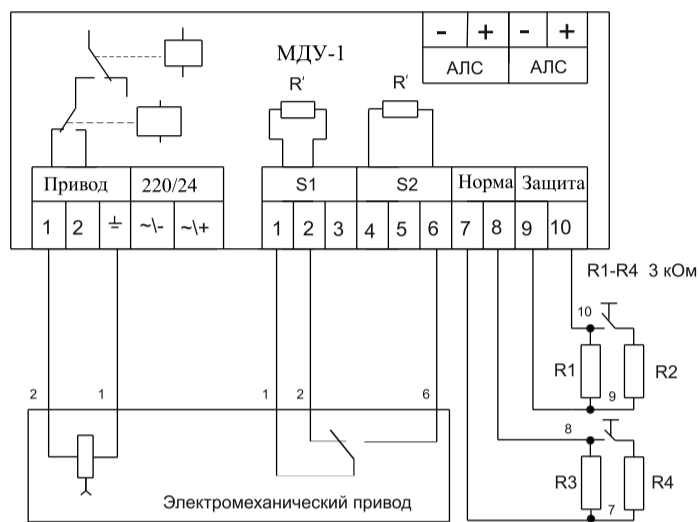

Рисунок 4
- Электромагнитный (с ручным возвратом в нормальное положение) - рисунок 4.